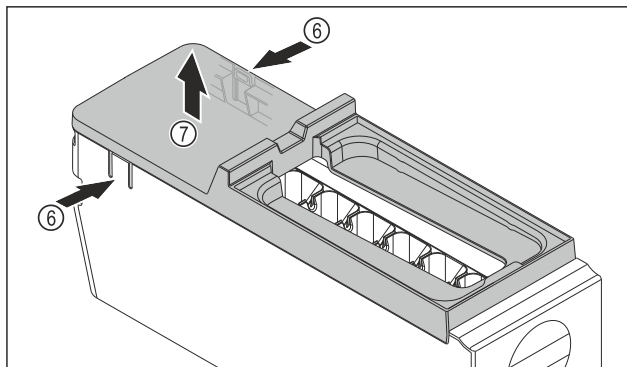

Fig. 112
- ▶ Изваждане на капака на корпуса на EasyTwist-Ice: Натиснете езичетата Fig. 112 (6) от двете страни на корпуса на EasyTwist-Ice с една ръка.
- ▶ С другата ръка извадете капака Fig. 112 (7) нагоре.